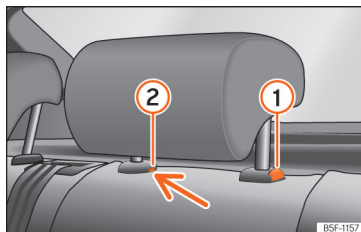

Fig. 75 Encostos de cabeça traseiros desmontagem.
- Pressione o botão » » Fig. 75 ① , pressionando ao mesmo tempo através do orifício da trava de segurança ② com uma chave de fendas plana com um máximo de 5 mm de largura e retire o encosto de cabeça.